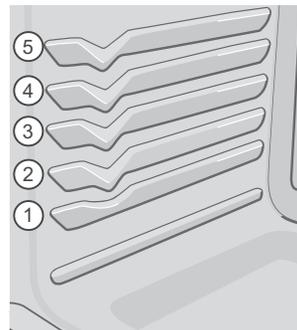

Figure 21 : Positions des grilles
- Pour obtenir de meilleurs résultats lorsque vous utilisez deux grilles pour la cuisson de gâteaux, placez ces dernières aux positions 2 et 4 (voir figure 21).